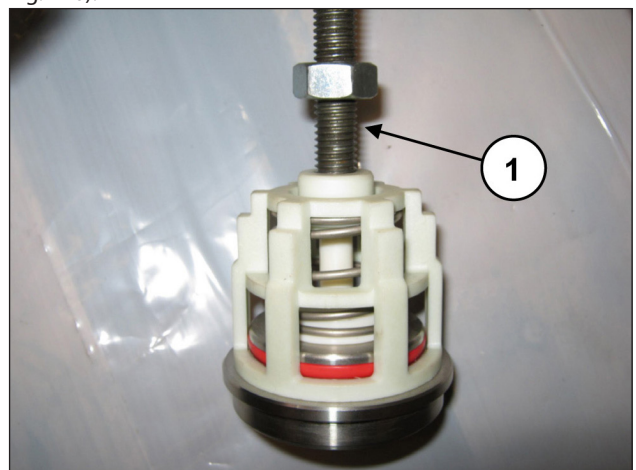

Fig. 140
Démonter les groupes de la soupape d'aspiration et de refoulement en vissant une vis M10 de sorte à appuyer sur le guide interne pour l'extraire du siège de la soupape (rep. ①, Fig. 140).